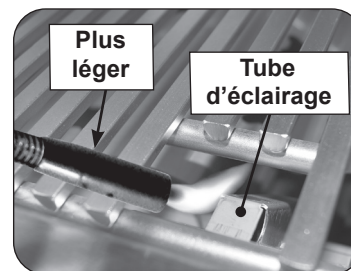

Fig. 36-2 Éclairage manuel via un tube d'éclairage
**ATTENTION:** Attendez toujours cinq (5) minutes le gaz pour se dégager après que n'importe quelle tentative non réussie d'éclairage.
2. Passez un allumeur brûlant de butane de long-baril ou une allumette brûlante de long-tige dans la grille à cuire s'ouvrant au dessus du tube d'éclairage. (Fig. 36-2). Pour les brûleurs de dos ou les brûleurs infrarouges, maintenez la flamme contre la surface du brûleur de brûleurs arrière / infrarouge.